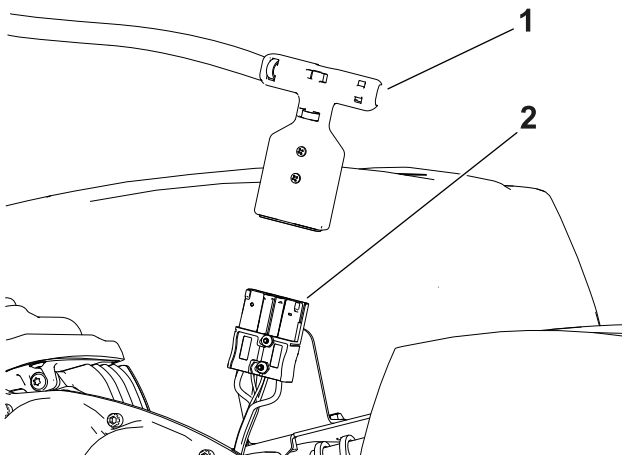

Figure 20
5. Débranchez la batterie en retirant le connecteur à poignée en T du connecteur d'alimentation principale (Figure 20).